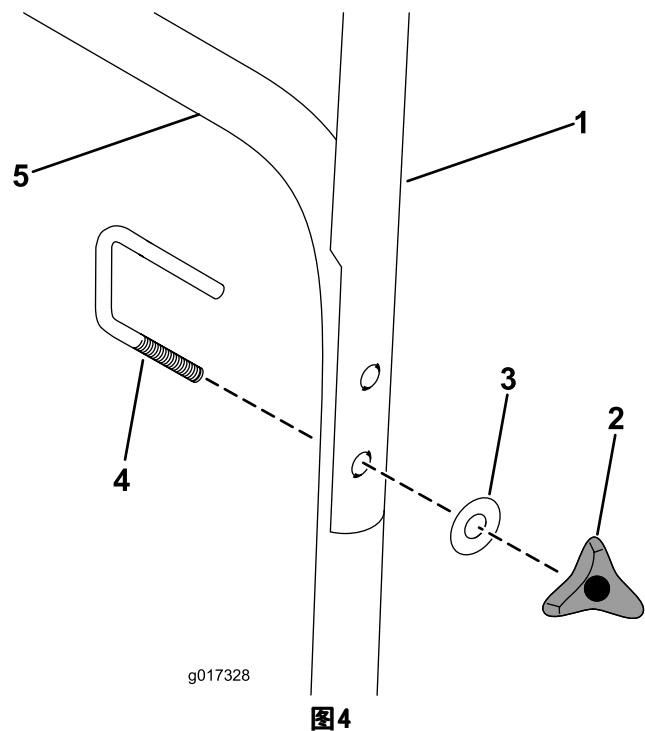

图4
4. 将上手柄上的孔与下手柄对齐 (图4)。
5. 将 U 形螺栓穿过上下手柄, 用垫圈和手轮固定 (图4)。